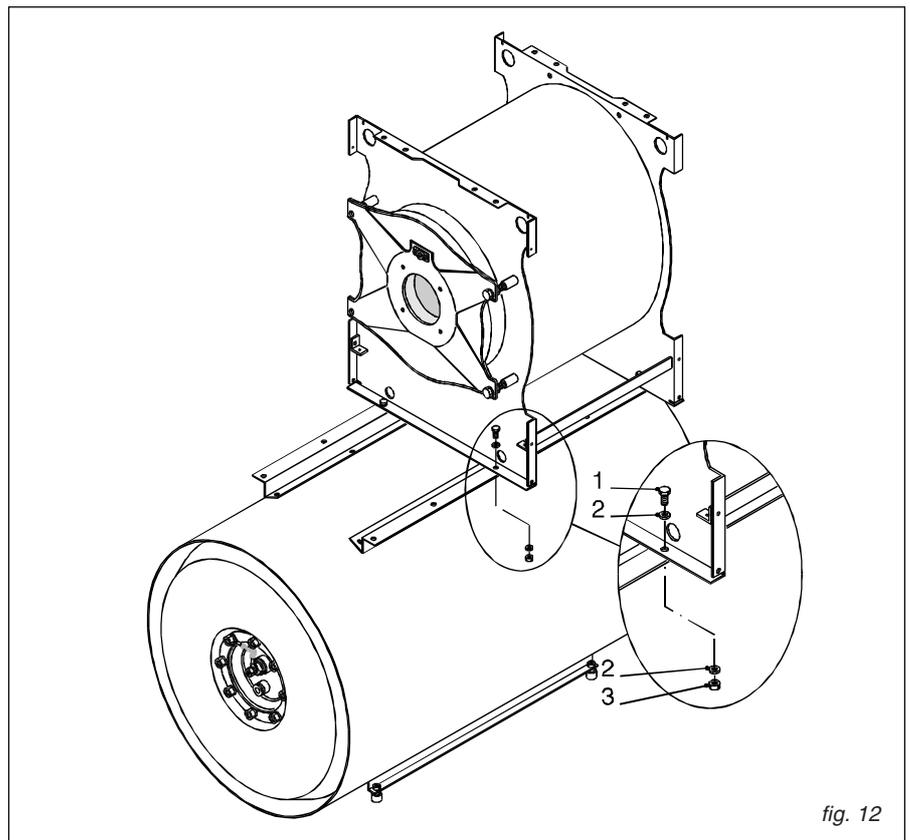

fig. 12
C) (rif. fig. 12) Appoggiare la caldaia sui longheroni superiori del bollitore e fissarla con 4 viti M 8x20 (pos. 1), n° 8 rosette piane ø 8 (pos. 2) e 4 dadi esagonali M 8 (pos. 3).